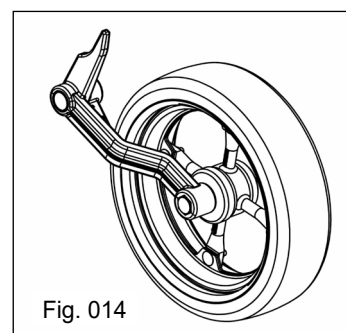

Fig. 014
- **Controlador de profundidade** (Fig. 014):